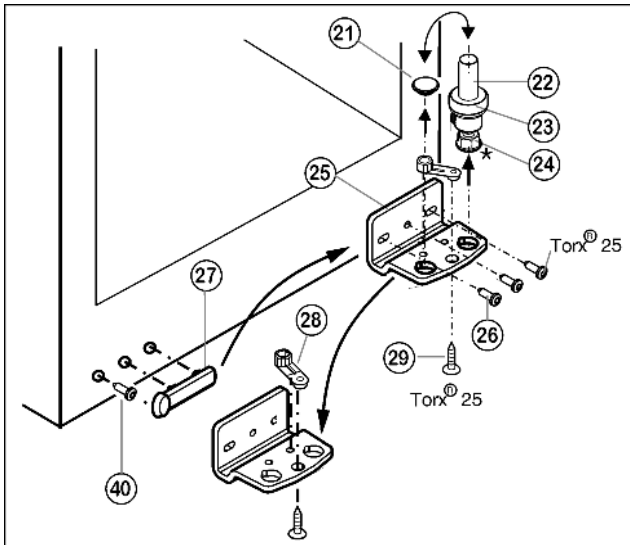

Fig. 5
- ▶ Извлеките опорный винт Fig. 5 (22) в комплекте с шайбой Fig. 5 (23) и регулируемой опорой\* Fig. 5 (24), вытягивая его вверх.
- ▶ Снимите пробку Fig. 5 (21).
- ▶ Открутите Fig. 5 (26) опорный кронштейн Fig. 5 (25).
- ▶ Открутите Fig. 5 (29) опорную деталь Fig. 5 (28) и, переставив в отверстие на противоположной стороне опорного кронштейна, снова прикрутите.
- ▶ Осторожно снимите и переставьте на противоположную сторону крышку со стороны ручки Fig. 5 (27) и винт Fig. 5 (40).
- ▶ Снова прикрутите опорный кронштейн Fig. 5 (25) на новой стороне шарнира (с моментом 4 Нм). При необходимости используйте аккумуляторный шурупверт.
- ▶ Переставьте пробку Fig. 5 (21) в свободное отверстие.
- ▶ Вновь установите опорный винт Fig. 5 (22) в комплекте с шайбой и регулируемой опорой\*. При этом фиксатор должен быть направлен назад.
- ▶ Установите дверцу сверху на нижний опорный палец Fig. 5 (22).
- ▶ При необходимости выровняйте дверцы через два продольных паза в нижнем опорном кронштейне Fig. 5 (25) параллельно корпусу устройства. Для этого выкрутите средний винт.